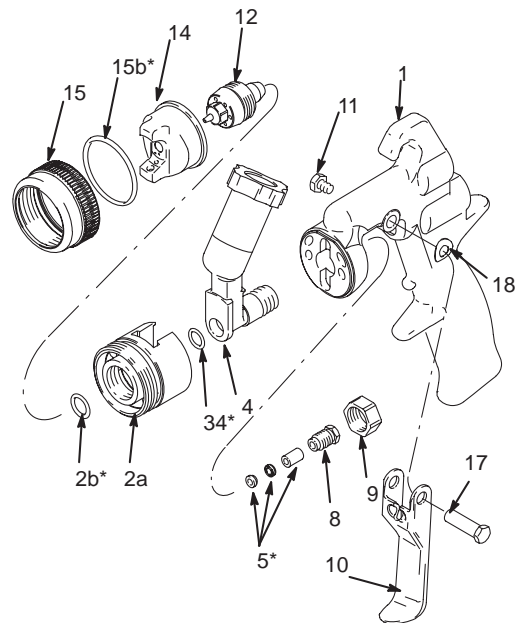
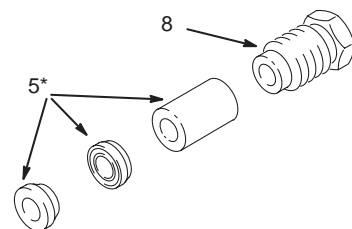

Fig. 23
Fig. 24
1. Con la sede dell'ugello (2a) rimossa dall'adattatore (4), usare una pinza meccanica per rimuovere la guarnizione O-Ring (2b) dalla sede (2a).
2. Rimuovere la guarnizione O-Ring (34) dall'adattatore (4). Vedere Fig. 23 **NOTA:** La guarnizione O-Ring (2b) è leggermente più larga della guarnizione O-Ring (34).
3. Installare un nuovo O-Ring (34) nell'adattatore (4). Installare un nuovo O-Ring (2b) nella sede (2a). **NOTA:** Per semplificare l'installazione dell'ugello, posizionare l'adattatore (4) nella sede di spruzzatura (2a) in modo da collegare la parte finale. Installare una parte della guarnizione O-Ring nella scanalatura all'interno della sede, poi premere il resto della guarnizione O-Ring al posto.
4. Svitare la vite della guarnizione (8) dall'adattatore (4) con la chiave della pistola (28).
5. Con una pinza meccanica spingere le tre guarnizioni (5) fuori dall'adattatore (4). Attenzione a non danneggiare l'adattatore. Buttare le vecchie guarnizioni.
6. Posizionare le nuove guarnizioni (5) e la vite della guarnizione (8) sull'ago (13) Vedere Fig. 24 per l'orientamento delle parti.